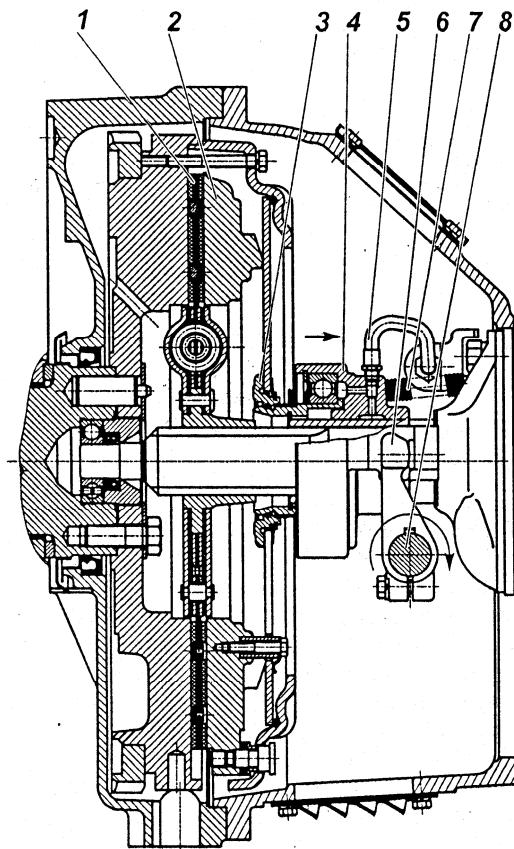
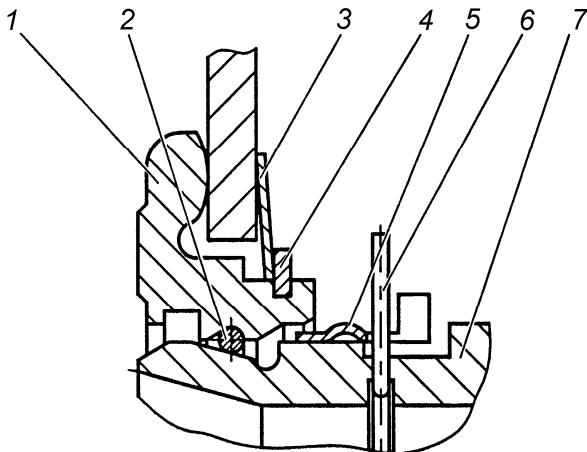

Рис. 99. Сцепление:
Рис. 101. Запорное устройство:
Диафрагменное сцепление (рис. 99) состоит из ведущих и ведомых частей, а также деталей механизма выключения сцепления, устанавливаемых в картер сцепления.
Механизм выключения сцепления состоит из муфты 4 (рис. 99) с подшипником, вилки 6 и валика 8. Муфта соединена через упорное кольцо 3 с диафрагменной пружиной с помощью запорного устройства.
Оттяжная пружина 7 (рис. 99) исключает проворот и осевые перемещения втулки 7 относительно упорного кольца 1 (рис. 101). По мере износа фрикционных накладок муфта выключения сцепления 4 перемещается вместе с пружиной в сторону маховика, при этом конструкция привода выключения сцепления автомобиля или другого транспортного средства обеспечивает поворот вилки 6 (рис. 99) по часовой стрелке после выбора зазора между лапками вилки и муфтой за счет периодической регулировки привода или постепенный поворот за счет конструкции гидропривода.
Конструкция запорного устройства показана на рис. 101. Она включает в себя упорное кольцо 1, втулку подшипника муфты 7 с фасонной канавкой, пружинное кольцо 2 круглого сечения, а также замковое кольцо 5. Упорное кольцо 1 устанавливается на диафрагменную пружину при сборке нажимного диска с кожухом и удерживается за счет пружинной шайбы 3 и стопорного кольца 4. На рисунке муфта заперта (соединена) с упорным кольцом. Внутри втулки подшипника муфты 7 установлено предохранительное кольцо 6, имеющее снаружи выступающий ус, препятствующий случайному рассоединению муфты выключения сцепления и упорного кольца 1.
Выключение сцепления обеспечивается поворотом вала по часовой стрелке. Допустимое направление перемещения муфты и поворота вала для выключения сцепления показано на рис. 99 стрелками. Перемещение муфты и поворот вала в обратном направлении не допустимо.
5. С помощью специальной оправки сцентрировать кольцо 3 (рис. 101) относительно оси коленчатого вала двигателя.
2. Убедиться, что муфта выключения сцепления отведена до упора в крышку подшипника первичного вала коробки передач пружиной 7 рис. 99.
Проверка качества установки сцепления (отсутствие "ведения", контроль величины крутящего момента на валу вилки) осуществляется на неработающем двигателе. Для этого необходимо повернуть вал вилки на угол  $9^{\circ}30'...11^{\circ}$  по часовой стрелке, что соответствует перемещению муфты на 11...13 мм от двигателя. При этом выходной вал коробки передач, при включенной передаче, должен вращаться при приложении крутящего момента не более 5 Н·м (0,5 кгс·м). Поворот вала вилки выключения сцепления по часовой стрелке показан на рис. 99.
4. Совместить полукруглый паз на муфте выключения сцепления в передней ее части с выступающим усом предохранительного кольца 6 (рис. 101) и, утопив его каким-либо предметом, удерживать в утопленном положении через центральное отверстие муфты выключения сцепления.